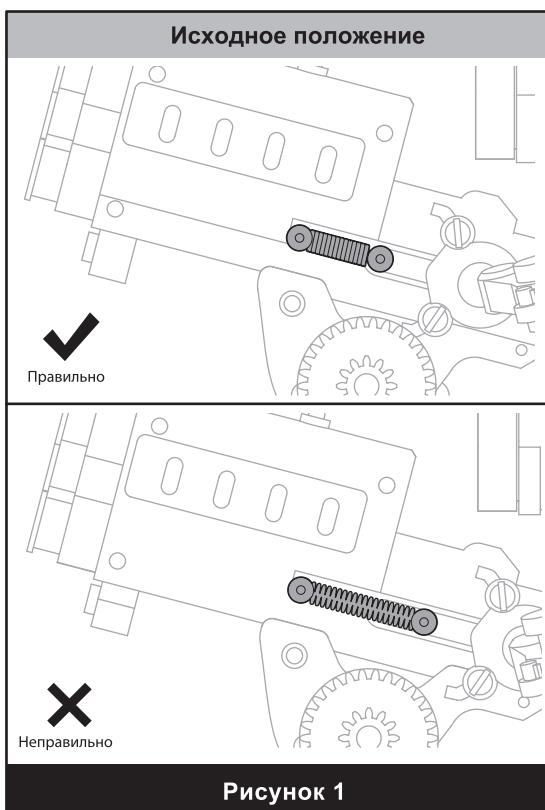

Рисунок 1
- ① Убедитесь, что батарейки установлены с соблюдением полярности (см. стр. 9, шаг 3).
- ② Если робот-писатель, робот-уборщик или робот-стрелок некорректно выполняют заданные действия, проверьте, правильно ли собраны левый и правый редукторы и кнопочная панель.
- ③ Если робот-писатель или робот-уборщик некорректно выполняют заданные действия, проверьте, переведен ли Трибо в «Режим 1».
- ④ Если робот-стрелок некорректно выполняет заданные действия, проверьте, переведен ли Трибо в «Режим 2».
- ⑤ Если робот-писатель рисует нечеткие линии, вернитесь на стр. 15, шаг 6 .
- ⑥ Если робот-уборщик плохо убирается, вернитесь на стр. 17, шаг 2 и стр. 18, шаг 5 , чтобы проверить, правильно ли собрана деталь B4.
- ⑦ Если робот-стрелок не ходит прямо или некорректно стреляет, вернитесь на стр. 23, шаг 1 и проверьте, что **МОДУЛЬ РЕДУКТОРА A** собран правильно.
- ⑧ Если робот-стрелок не возвращает пружину в исходное положение после выстрела (см. рис. 1 ниже), прокрутите шестеренку против часовой стрелки (см. рис. 2 ниже).